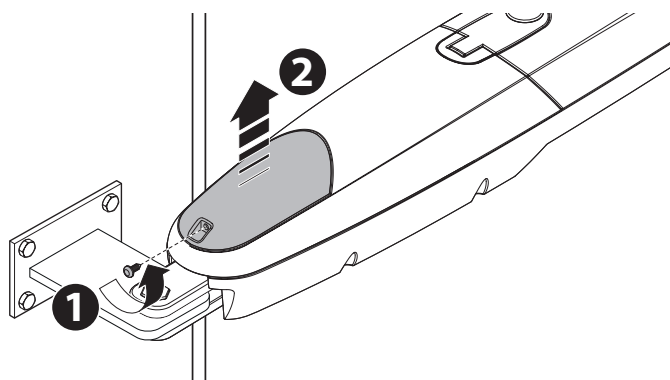

Abb. 13
**01.** Die Abdeckung des Antriebs entfernen, wie in **Abb. 13** gezeigt;